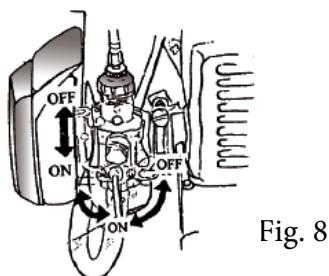

Fig. 8
- b) Mettre le levier du combustible en position de démarrage (Fig .8) ;